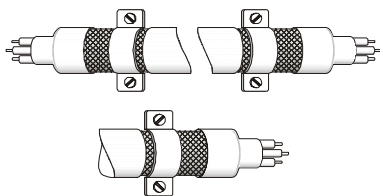

图 2
4. 电机线的屏蔽铜网与金属板的连接方式需正确，应将电机线两端的屏蔽铜网使用 U 型金属配管支架与金属板固定，正确连接方式请见图 2。